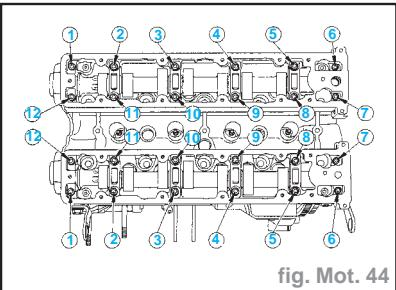

fig. Mot. 44
- Poser les carters chapeaux de paliers d'arbres à cames (2) et (7).
**Impératif :** Approcher puis serrer progressivement les vis de fixation dans l'ordre indiqué de (1 à 12) (fig. Mot. 44).